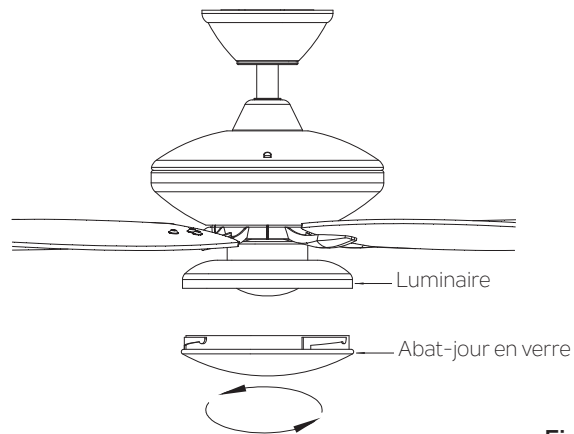

Fig. 17
**Étape 1.** Placez l'abat-jour en verre contre le luminaire et tournez-le dans le sens horaire jusqu'à ce qu'il soit bien ajusté. NE PAS TROP SERRER. (Fig. 17)